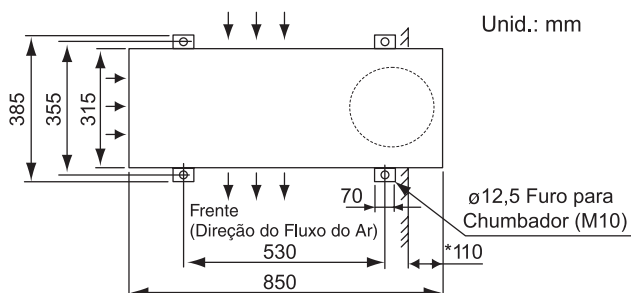

Fig. 3.5 Posição dos Chumbadores
(2) Ao instalar a unidade externa, fixe-a com chumbadores. Veja a Fig. 3.5, observando os locais dos furos de fixação.